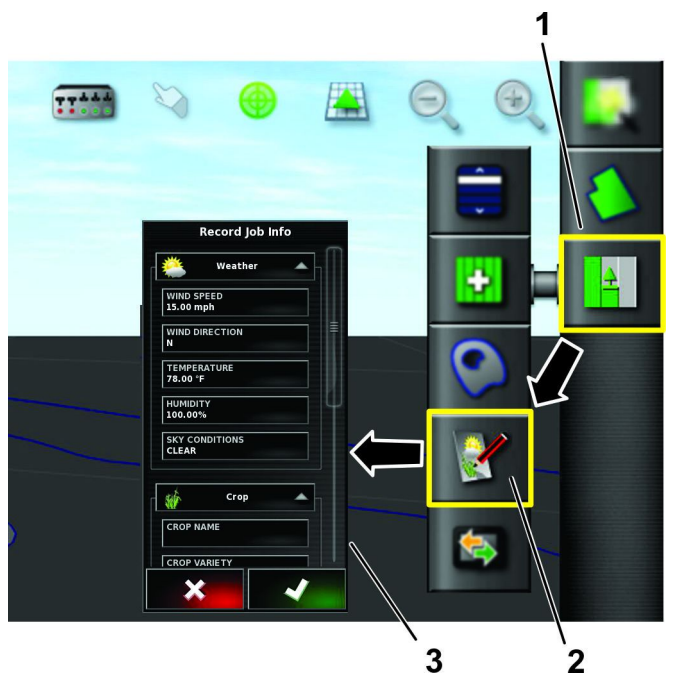

Figure 24
2. Appuyez sur l'icône des tâches (Figure 24).
3. Appuyez sur l'icône d'enregistrement des données de tâche (Figure 24).